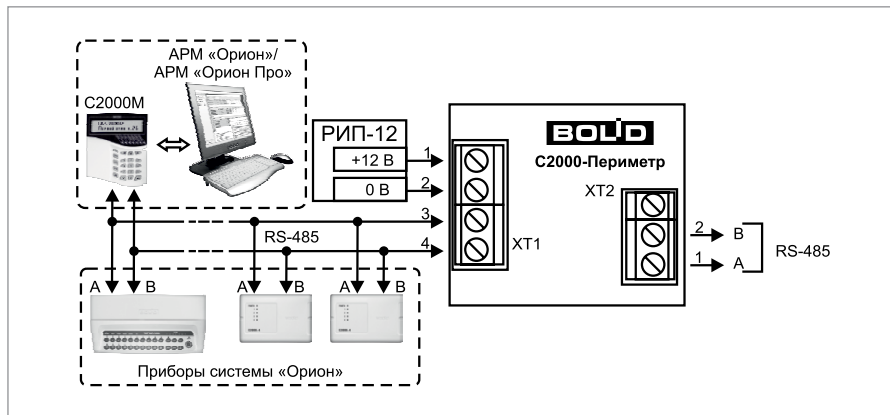
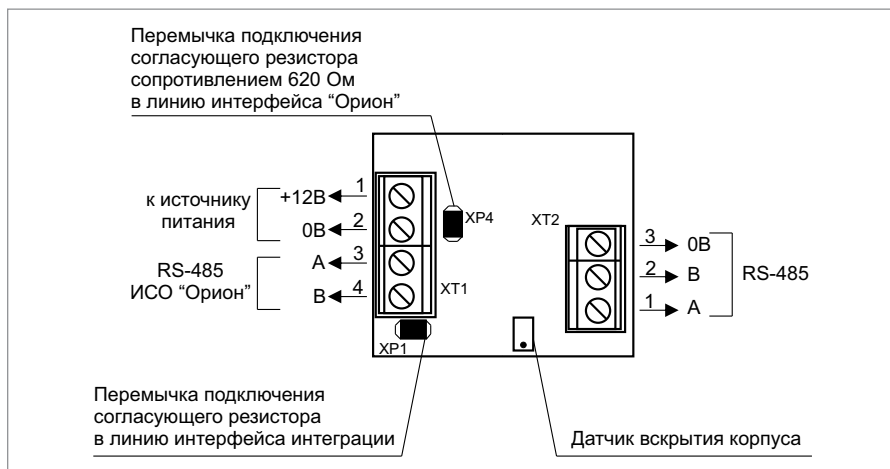

Рисунок 15. Подключение периметровых извещателей к контроллеру С2000-Периметр
Рисунок 16. Назначение клемм и перемычек контроллера С2000-Периметр
1.3. Подключите контроллер в соответствии с проектной документацией и схемой на Рисунок 15. На Рисунок 16 показана плата преобразователя и приведено назначение клемм и перемычек.
Подключите к клеммам XT2.1 и XT2.2 преобразователя линии А и В интерфейса интеграции RS-485 (Рисунок 15 и Рисунок 16), если это указано в проектной документации.
Если контроллер не является первым или последним в линии интерфейса RS-485, удалите перемычку с разъема XP1 (см. Рисунок 15).